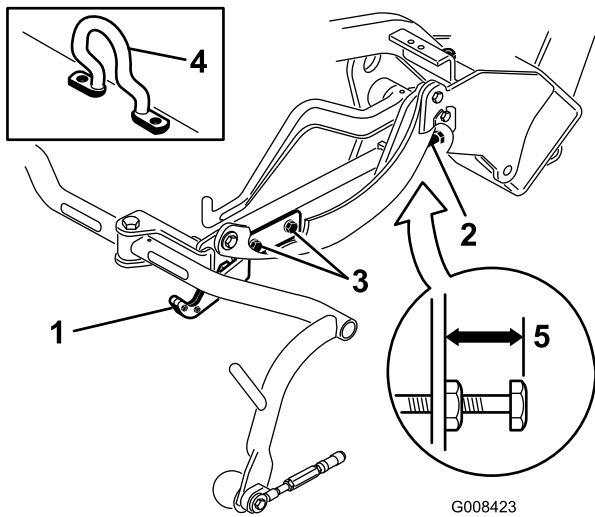
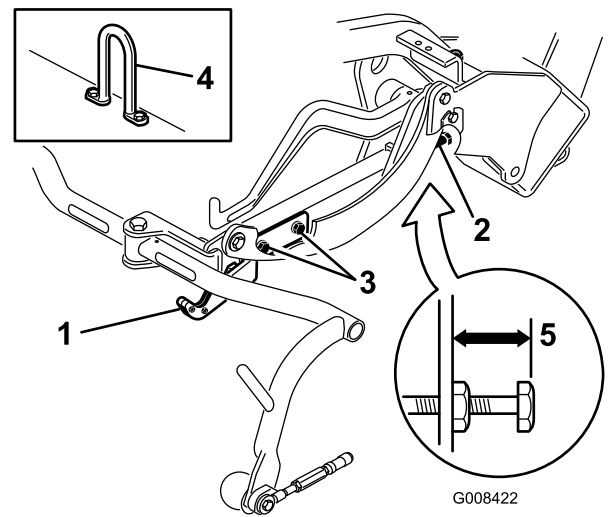
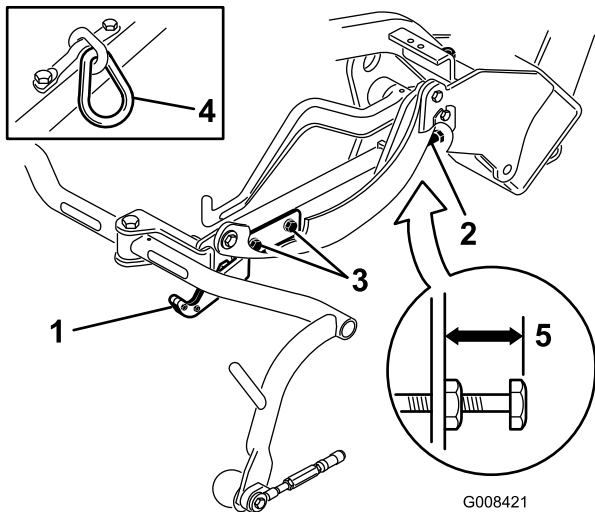

Bild 12
Bild 14
Bild 13
Prüfen Sie die Transporthöhe (Bild 13 und Bild 14) und stellen sie ggf. ein.
- An Mähwerken, die einen Versatzhubhaken haben (Bild 12, Einsatz) müssen Sie darauf achten, dass der Abstand von der Oberkante der Einstellschraube am Trägerrahmen bis zur Rückseite des Trägerrahmens 25 mm beträgt. Sollte der Abstand nicht 25 mm sein, gehen Sie auf Schritt 4.
3. An Mähwerken, die ein Kettenglied oder einen geraden Hubhaken haben (Bild 13 und Bild 14, Einsätze) müssen Sie darauf achten, dass der Abstand von der Oberkante der Einstellschraube am Trägerrahmen bis zur Rückseite des Trägerrahmens 22 mm beträgt. Sollte der Abstand nicht 22 mm sein, gehen Sie auf Schritt 4. Wenn das Mähwerk mit einem Versatzhublenker (Bild 12) ausgestattet ist, gehen Sie auf den nächsten Schritt.
4. Lockern Sie die Befestigungsschrauben an der Transportplatte (Bild 13, Bild 14 und Bild 12).
7. Wenn die Trägerrahmen nicht dieselbe Höhe aufweisen, lösen Sie die Klemmmutter an der Einstellschraube des Trägerrahmens (Bild 12, Bild 13 und Bild 14). Drehen Sie die Schraube raus, um den Trägerrahmen anzuheben, oder drehen Sie die Schraube rein, um ihn abzusenken. Ziehen Sie die Klemmmutter fest, wenn Sie die richtige Höhe eingestellt haben.